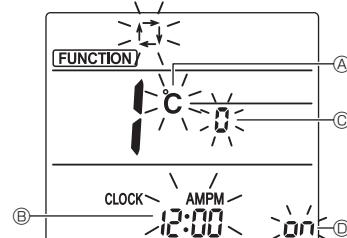

Fig. 6-7
3. Compruebe que se muestra la función N.º "1", y luego pulse el botón Ⓛ SET ③.
- Se visualizará la pantalla de configuración de la visualización. (Fig. 6-7)